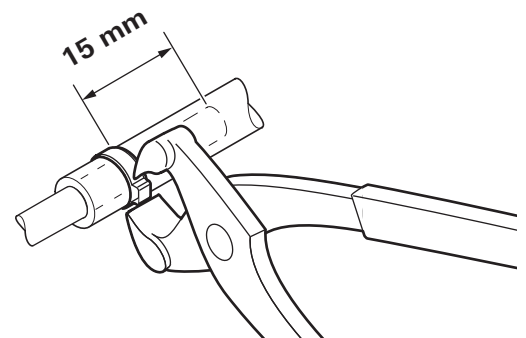

Fig. 24
- ▶ Positionner les colliers de serrage à une oreille en veillant à ce que la conduite de carburant dépasse d'au moins 15 mm du collier de serrage à une oreille (Fig. 24).